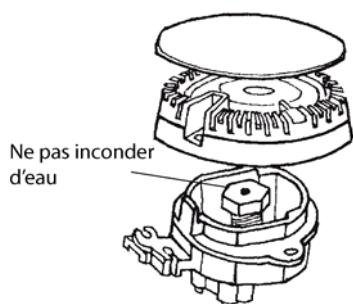

Fig. 24
- Lors du nettoyage de la table de cuisson, évitez d'utiliser une quantité d'eau trop abondante afin qu'elle ne s'accumule pas dans les renflements de la table de cuisson et inonde les buses (Fig. 24). Si la buse est inondée, le brûleur ne s'allume pas.